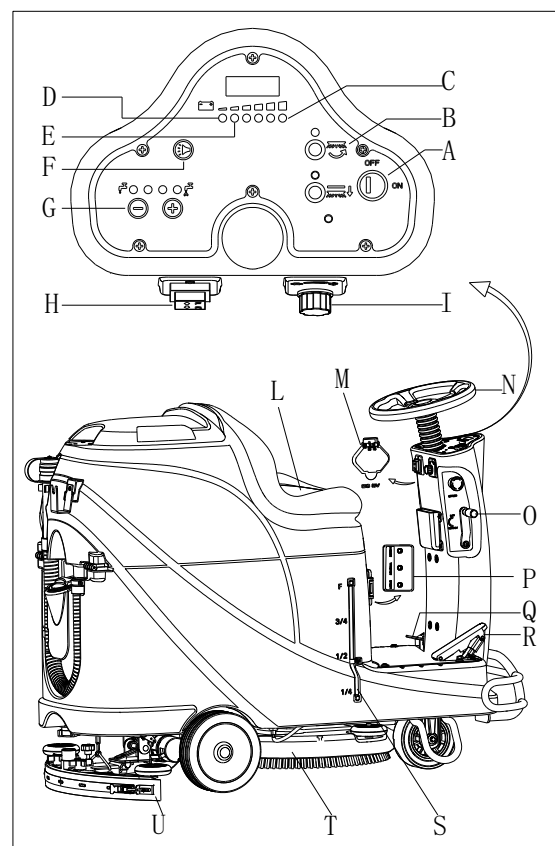

Figura 10
2. Așezați-vă pe scaun (L, Figura 10), inserați cheia (A) și rotiți-o la poziția "ON". Dacă se aprinde indicatorul verde (C) bateria este complet încărcată și gata de utilizare. Dacă indicatorul galben (E) sau cel roșu (D) se aprind, bateriile trebuie încărcate înainte de punerea în funcțiune. [Consultați capitolul MENȚENANȚĂ pentru încărcarea bateriei]
11. Eliberați pedala de accelerație (R, Figura 10), mașina se va opri din deplasare.
12. Apăsați butonul periei (B) pentru a opri motorul periei.
13. Ridicați ansamblul periei (T) prin depresarea pedalei (Q).
14. Ridicați ansamblul mop (U) cu ajutorul pârghiei de ridicare/ coborâre ansamblu aspiratie (O), și după câteva secunde se va opri sistemul de aspirare.